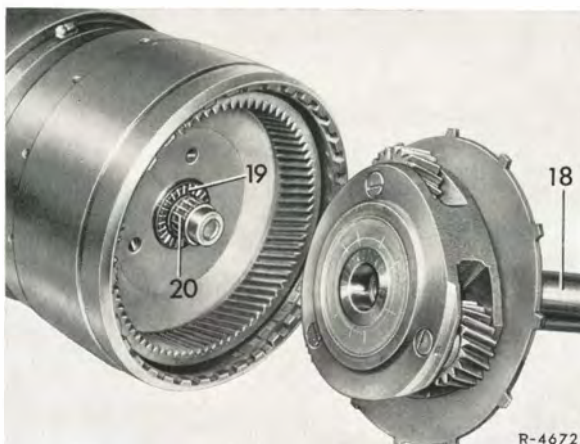

Bild 1
1 Abtriebswelle (18) samt hinterem Planetenradträger abnehmen (Bild 1).